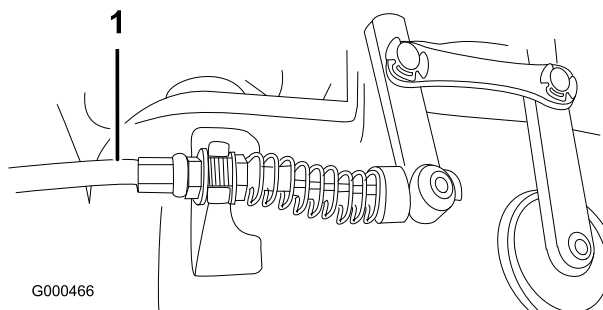

図 46
2. リール・コントロール・ケーブルの前ジャム・ナットをゆるめ、後ジャム・ナット（図 46：ギアボックスの上部）を締めてケーブルの張りを出し、さらに 3.2～4.5 kgの力でリール・コントロールがつかないようにする。力の計測はコントロール・ノブの部分で行う。